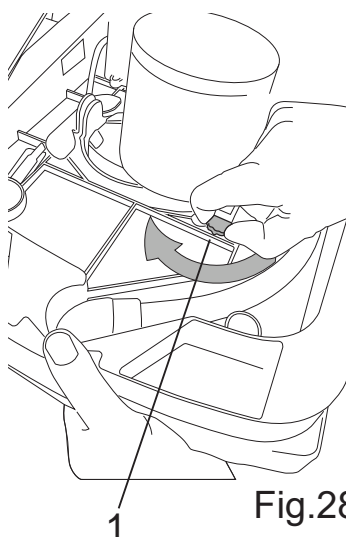

Fig.28
Det er mulig å variere intensiteten på trekraften ved å dreie på bryteren (fig. 28 - ref. 1). Bryteren er delt i to deler, en grønn og en gul:
- Med en hånd skyver du børsten/motoren oppover, og med den andre hånden dreier du bryteren (fig. 28 - ref. 1) i ønsket posisjon.